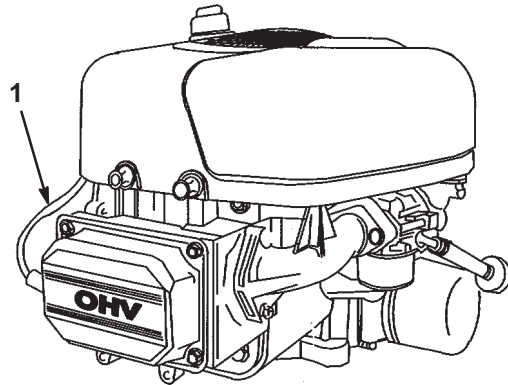

Bild 23
7. Ziehen Sie den Zündkabel ab (Bild 23).
3. Stecken Sie den Zündkabel wieder auf die Zündkerze auf (Bild 23).